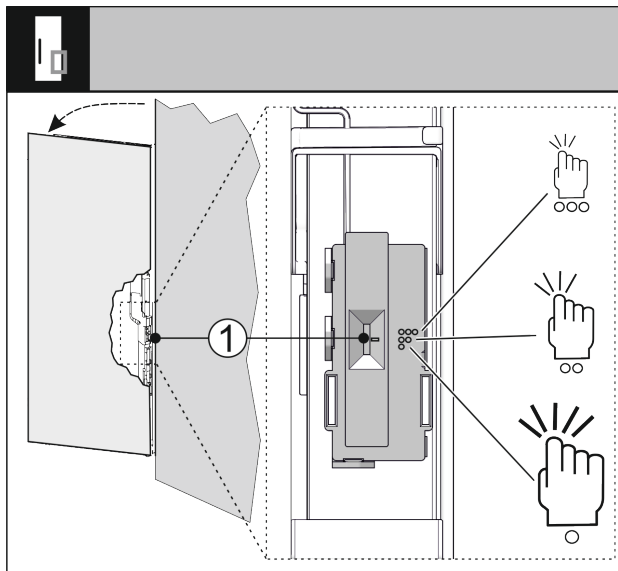

Fig. 32
Man kan indstille banksignalets følsomhed via en kontakt Fig. 32 (1). Kontakten findes på hængselsiden på den nederste tredjedel af døren.
- ▶ Forskyd kontakten Fig. 32 (1) til den ønskede kontaktstilling.